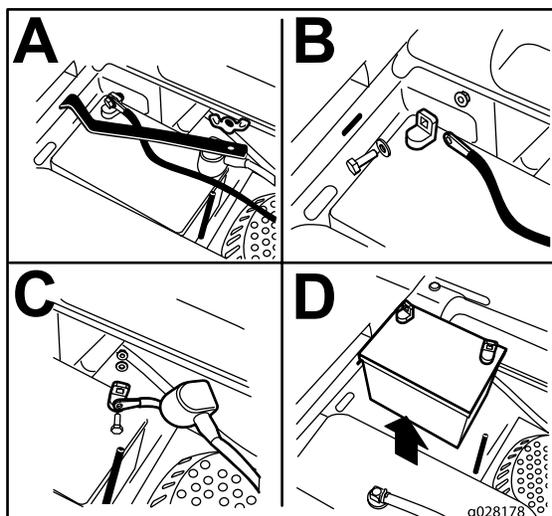

Figura 44
3. Retire la tuerca de orejeta que sujeta la abrazadera de la batería (Figura 44).
4. Retire la abrazadera (Figura 44).
5. Desconecte el cable negativo (negro) del borne negativo (-) (negro) de la batería (Figura 44).
6. Retire la cubierta de goma roja del borne positivo (rojo) de la batería y retire el cable positivo (+) (rojo) (Figura 44).
1. Coloque la batería en la bandeja con los bornes en el lado opuesto del depósito de combustible (Figura 44).
4. Fije los cables con 2 pernos, 2 arandelas, y 2 contratuercas (Figura 44).
6. Instale la abrazadera y sujétela con la tuerca de orejeta (Figura 44).